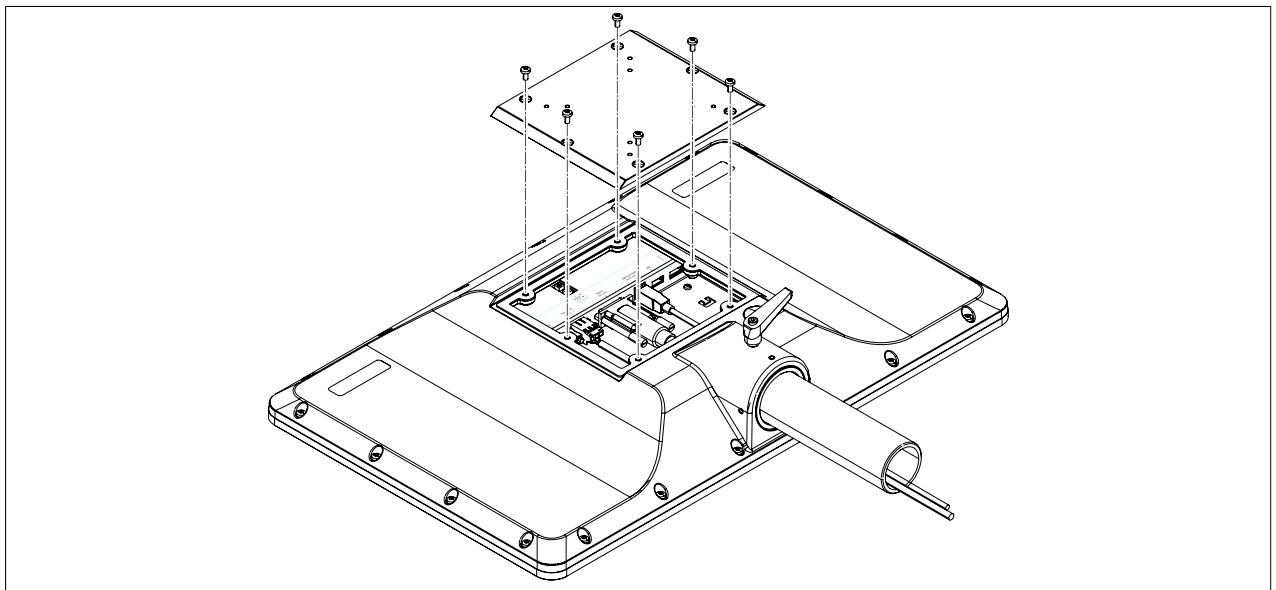

Abbildung 32: Schnittstellendeckel montieren
3. Nach erfolgreicher Einstellung die Schnittstellenabdeckung wieder montieren (siehe Abb. 32 "Schnittstellenabdeckung montieren" auf Seite 39).